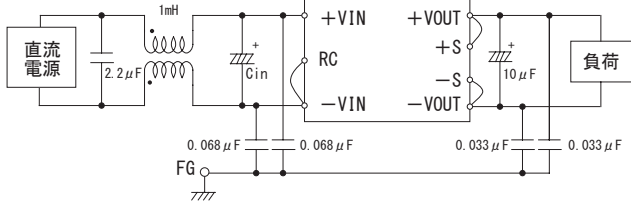
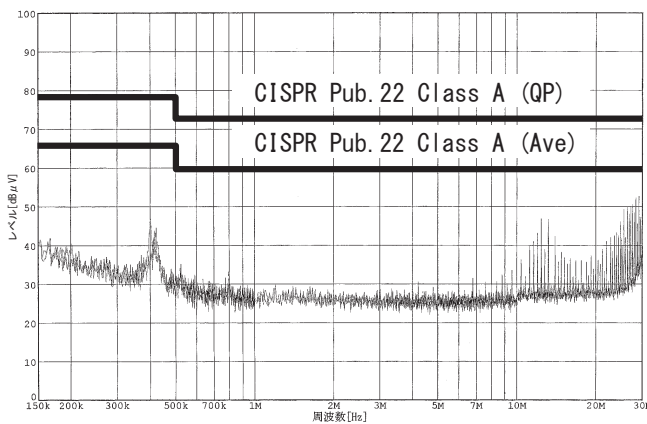

図3.1 EMI対策用入力フィルタ
図3.2 CES48033-25における雑音端子電圧測定結果
(3) 雑音端子電圧の低減
■ 図3.1の入力フィルタを接続することで、雑音端子電圧を低減することができます。雑音端子電圧を測定した結果を図3.2に示します。Cinの容量は表2.1を参照してください。